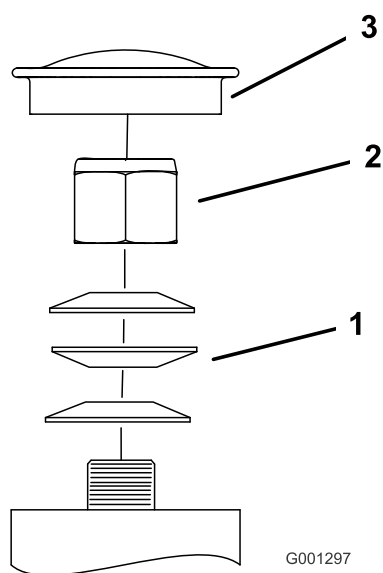

Figure 79
3. Retirez le capuchon antipoussière de la roue pivotante et serrez le contre-écrou (Figure 79).
4. Continuez de le serrer jusqu'à ce que les rondelles élastiques soient aplaties, puis desserrez-le de ¼ de tour pour obtenir la précharge correcte des roulements (Figure 79).
Important: Veillez à placer les rondelles élastiques comme montré à la Figure 79.
5. Remettez le capuchon antipoussière en place (Figure 79).